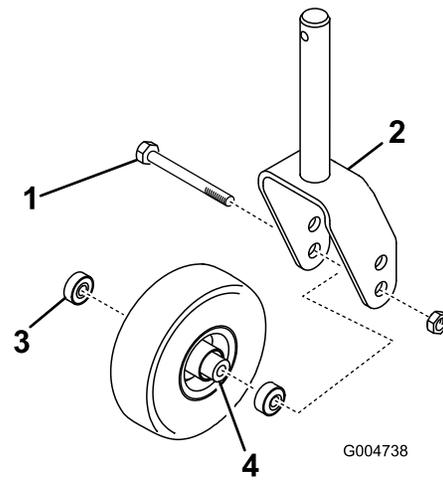
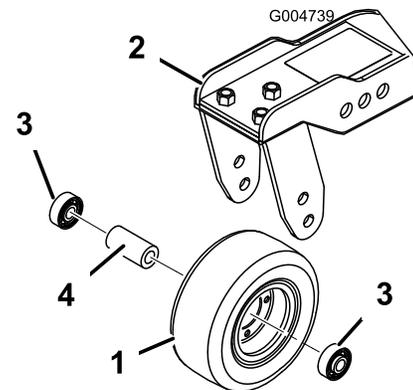

Bild 79
Bild 80
1. Entfernen Sie die Sicherungsmutter von der Schraube, mit denen das Laufrad in der Mitte der Laufradgabel (Bild 79) oder am Laufradgelenkarm (Bild 80) befestigt ist. Halten Sie das Laufrad fest und schieben die Schraube aus der Gabel oder vom Gelenkarm ab.
2. Entfernen Sie das Lager aus der Radnabe und lassen das Lagerdistanzstück herausfallen (Bild 79 und Bild 80). Entfernen Sie das Lager aus der gegenüberliegenden Seite der Radnabe.